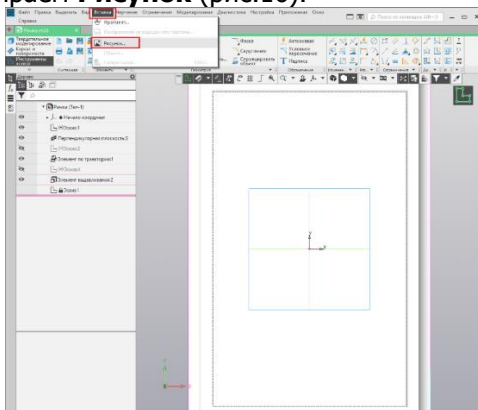

Рис. 16.
10. Помещаем фотографию в рамку. Для этого выделяем переднюю плоскость подрамника, включаем Эскиз , активируем **Вставка** и выбираем **Рисунок** (рис.16).